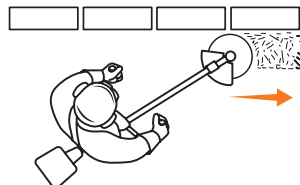

Рис. 17
- При кошении вдоль ограждений ведите косу катушкой вперед левой стороной к ограждению следите, чтобы нить не касалась ограждения (Рис. 17). Для исключения обрыва нити используйте режим работы с «перегазовкой» двигателя.